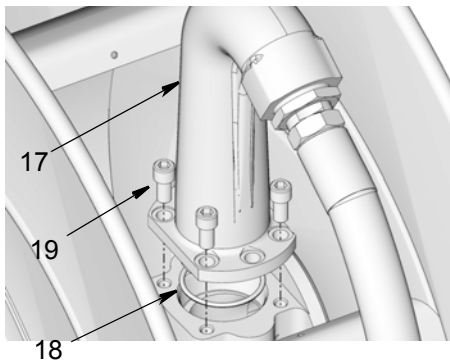

FIG. 24
1. Inversion du sens de la sortie (17).
- a. Retirez les boulons (19) et la sortie (17) de l'enrouleur (FIG. 24).